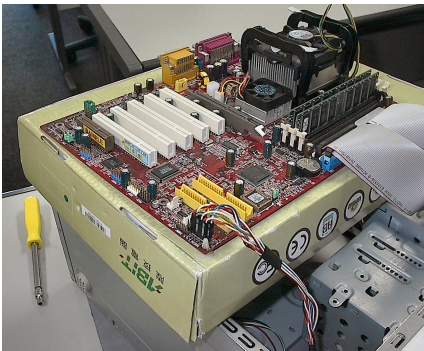

Figura 77
- 2) Não faça as conexões depois que a placa mãe já estiver instalada no gabinete, pois será mais difícil. O ideal é colocar uma caixa de papelão sobre o gabinete, e nela apoiar a placa. Pode usar, por exemplo, a própria caixa da placa mãe. Faça então as conexões confortavelmente, como vemos na figura 77.